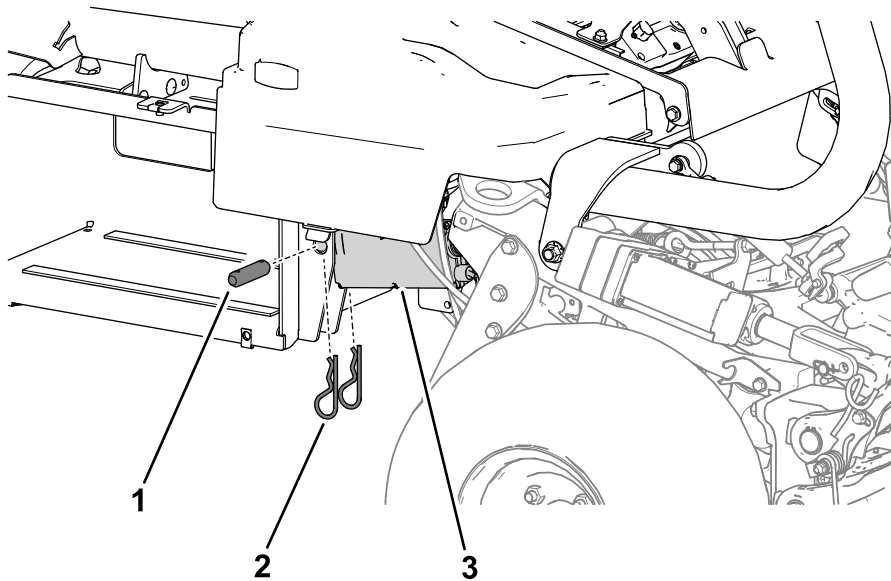

Figura 3
2. Remova os pinos que prendem o atuador do travão ao tabuleiro da bateria lateral, no lado direito da máquina (Figura 3).